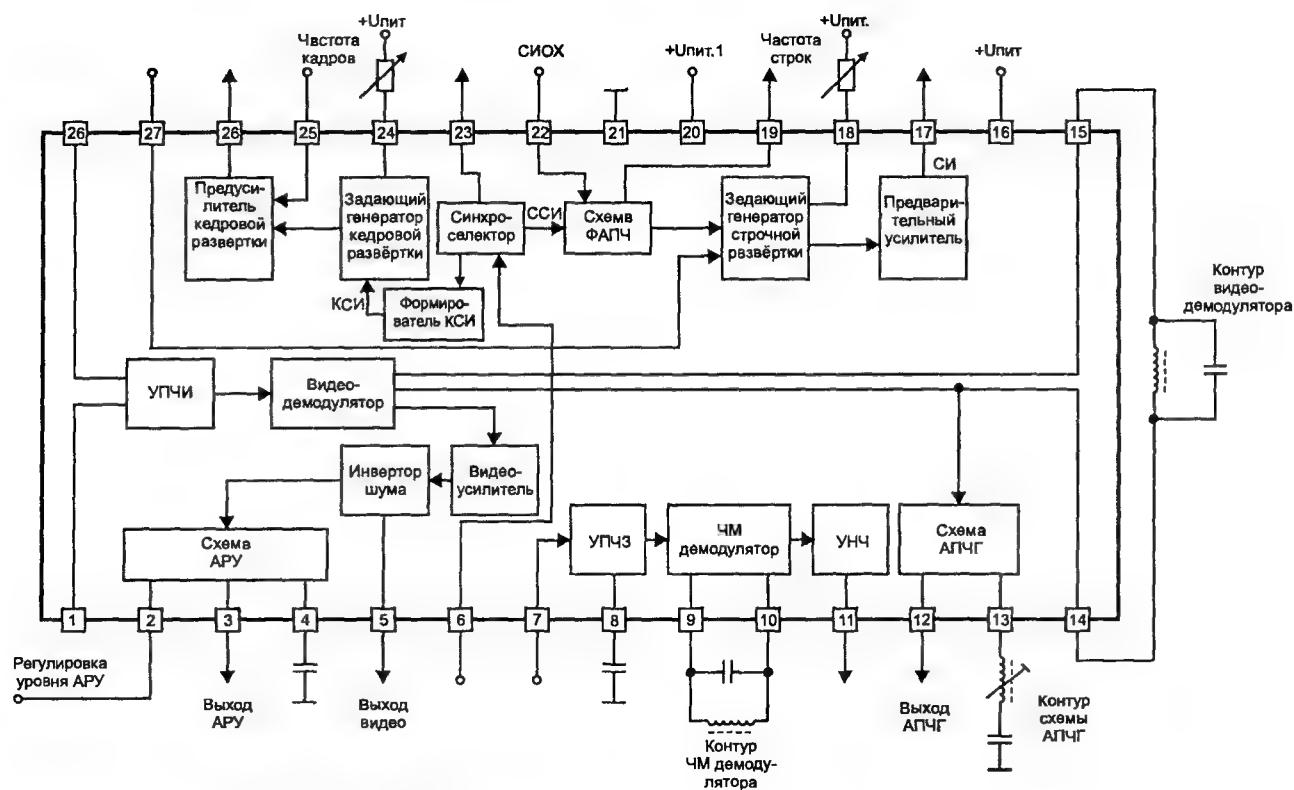

Рис. 7.3. Структурная схема микросхемы AN5151/KA2915
Тюнер TU1 на выв. 9 (IF) формирует сигнал промежуточной частоты изображения, который через усилительный каскад на транзисторе Q501 и полосовой фильтр SA501 поступает на выв. 1, 28 микросхемы IC501 (рис. 7.3). Далее сигнал ПЧ подается на входы дифференциального УПЧИ, по-